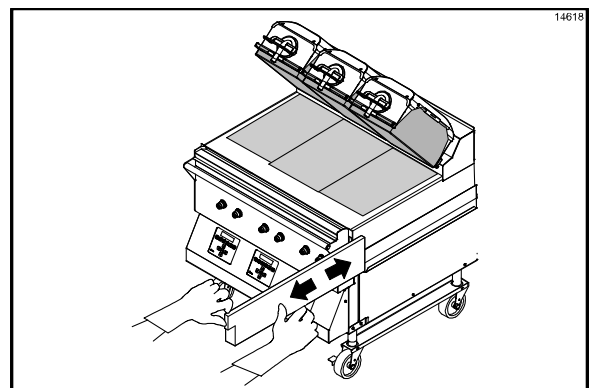

Figure 40
7. Retirer, vider et réinstaller les tiroirs de récupération de graisse (Cf. Figure 40).